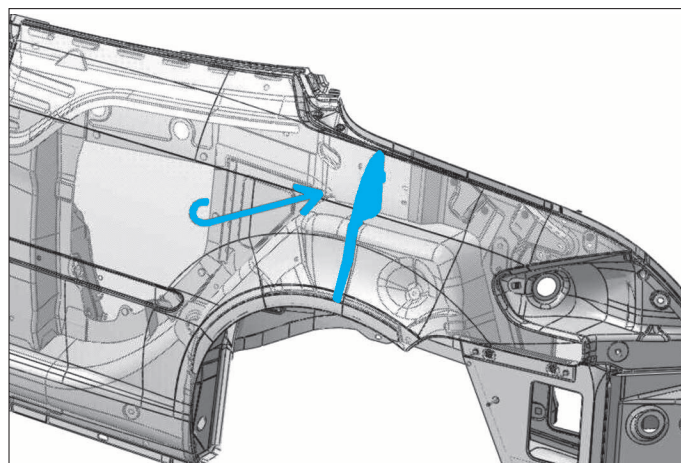

FIG. 70
- Injecter de la mousse polyuréthane pour corps creux sur le support insert (Fig.70).